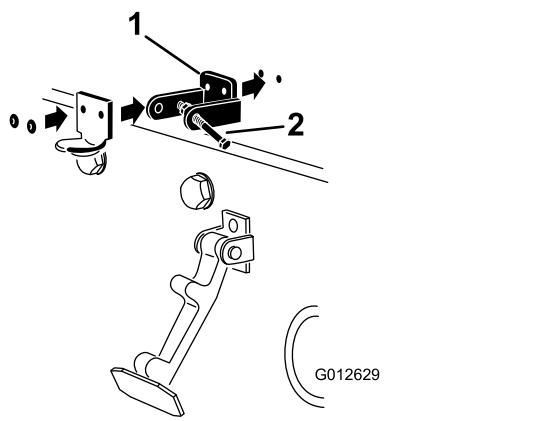

Figura 6
- Rivettate le staffe e le rondelle al cofano (Figura 6).